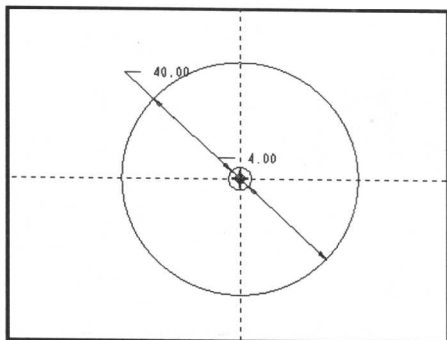

图 1-27 绘制的草图 1
(3) 使用“圆”工具绘制两个同心圆,然后将其直径分别设置为 4mm 和 40 mm,如图 1-27 所示。单击“确定”按钮,完成草图 1。
(4) 在“特征”工具栏中单击“拉伸”工具按钮,打开“拉伸”操控板,单击右